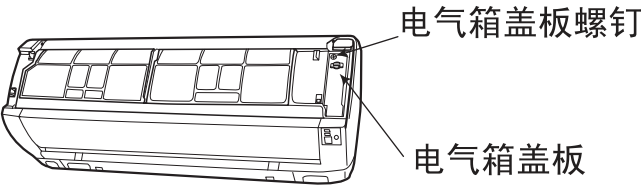
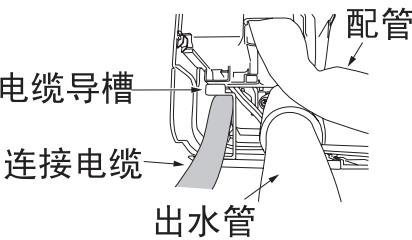

图14-2
图14-3
(2) 打开面板，拧下电气箱盖板固定螺钉，取下电气箱盖板。（如图14-2）
(3) 连接电缆连接顺序
- 将连接电缆穿过电缆导槽从风室下盖板处穿出至电气箱接线端子处。（如图14-3）
- 连接电缆连接结束后，用螺钉将电气箱盖板固定(如图14-2)。
- 然后用手将面框右下角风室下盖板 ④、⑤ 处的勾子沿箭头相反方向推紧，装上风室下盖板。